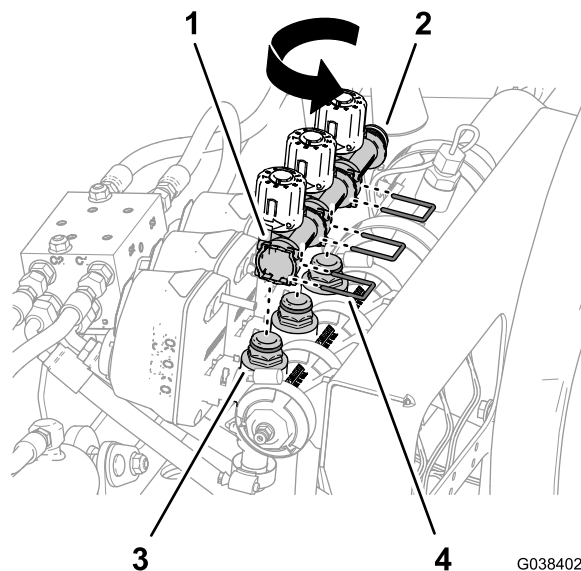

Figura 85
- 5. Ruotate il collettore di bypass di 180° e posizionatelo sui 3 raccordi di collegamento rapido del collettore della valvola di irrorazione (Figura 85).
- 6. Fissate il collettore di bypass ai raccordi di collegamento rapido del collettore della valvola di irrorazione (Figura 85) con i 3 fermi che avete rimosso al passaggio 3.